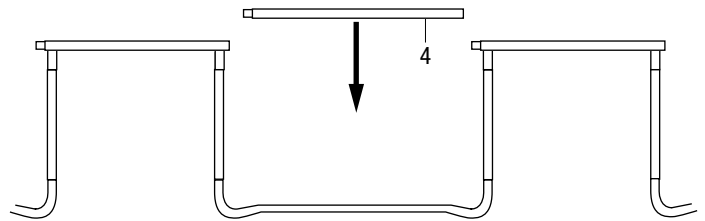

fig. 3.2
- In seguito aggiungere le altre tubature del telaio (4) negli spazi intermedi situati tra le gambe fisse (6), inserendole le une sulle altre (fig. 3.2)